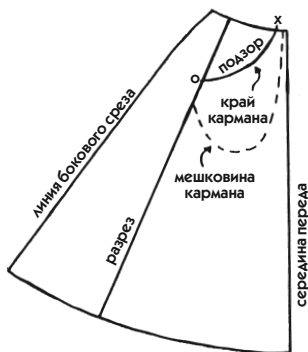

Рис. 349
2. Приложите лекало к фигуре. Наметьте край кармана, затем рельеф, совпадающий по направлению с линией прорези (рис. 349).